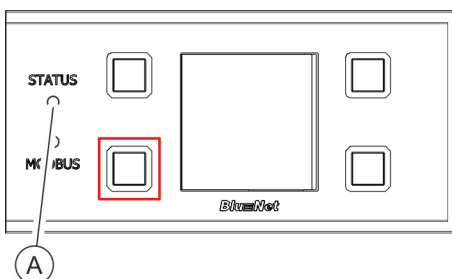

Fig. 82: Pantalla con botones de mando
2. ➔ Pulse durante dos segundos el botón situado junto al LED de Modbus y vuelva a soltarlo (Fig. 82/marcado en rojo).
3. ➔ Espere hasta que el LED de estado se ilumine en blanco (Fig. 82/A).